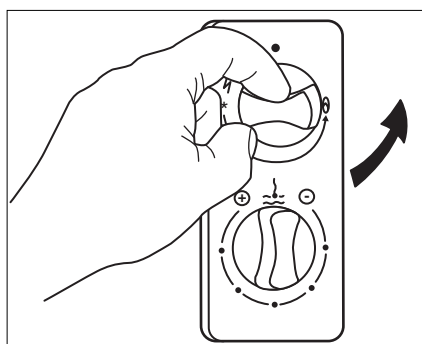

Fig.18
4) Tournez doucement le bouton (10) dans le sens de la flèche jusqu'au repère position plein gaz (flamme) (fig. 18).